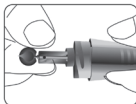

Figura 23
PASO 2: Inserte la lanceta estéril en el portalancetas. Ver figura 23.